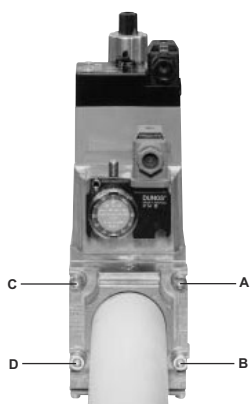
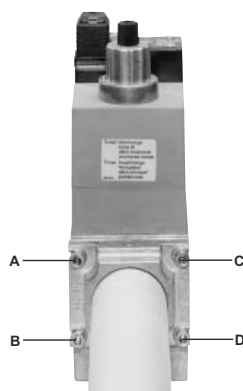

Рис. 26
Рис. 27
3. Затянуть винты A, B, C и D (Рис. 26 - Рис. 27), (Рис. 29), соблюдая дистанции монтажа (Рис. 29);
1. Расслабить винты A и B, но **не снимать** их (Рис. 26 и Рис. 27)
2. Отвинтить винты C и D (Рис. 26 и Рис. 27)